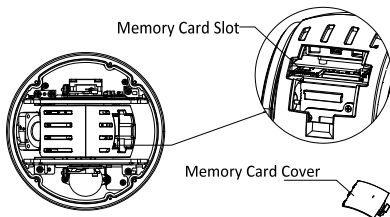

Abbildung 2-3 Speicherkartensteckplatz
3. Schrauben Sie die Abdeckung des Speicherkartensteckplatzes ab und setzen Sie die Karte wie in Abbildung 2-3 gezeigt ein, bis sie einrastet.